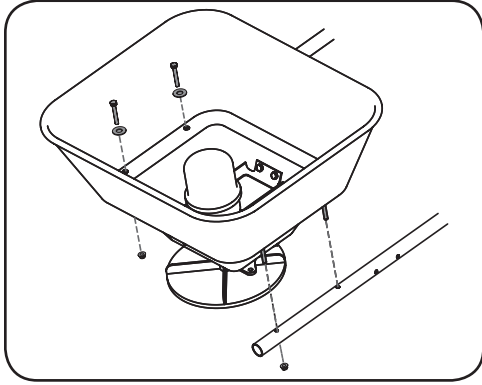

Figura 2-8
- Sujete la unidad de la tolva a los extremos redondeados de los tubos del chasis simple con cuatro pernos M6 x 40 y arandelas del paquete de elementos 3032810. Ajuste los pernos traseros ubicados a cada lado con las tuercas hexagonales del paquete de elementos de ferretería 3032810. Los tornillos delanteros se instalarán posteriormente para fijar el deflector de materiales. Consulte la Figura 2-8.